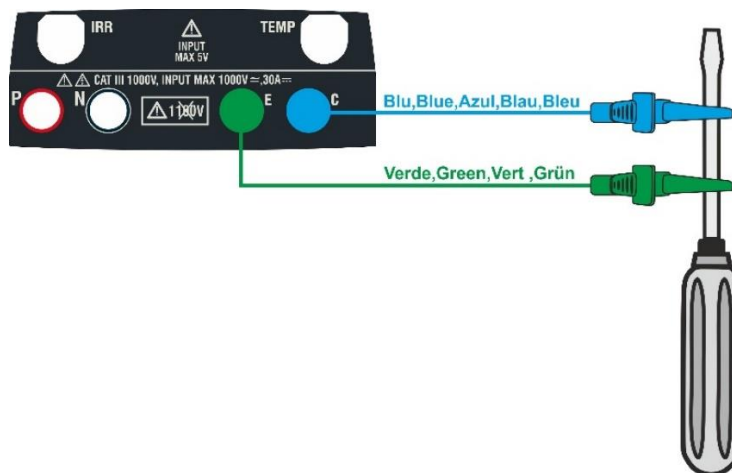

Fig. 5: Compensation de la résistance des câbles de mesure
2. Connectez les câbles de mesure entre eux comme indiqué dans Fig. 5